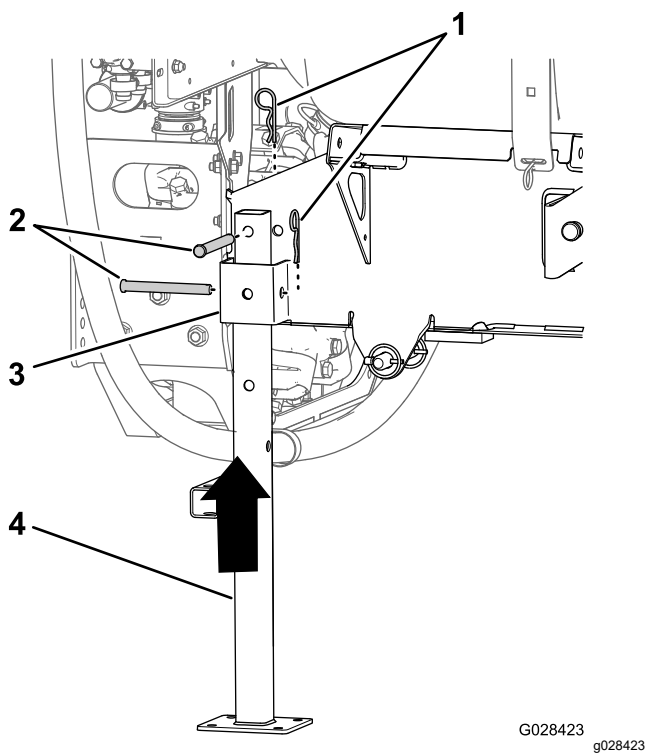

Figure 136
5. Alignez le pied de support arrière sur le logement correspondant (Figure 136).
- Alignez le trou en haut du pied de support et le trou dans le cadre du patin de la cuve (Figure 136).
- Fixez le pied de support à son logement et au cadre à l'aide de 2 axes de chape (1/2 x 4¹/₂ po) et 2 goupilles fendues (5/32 x 2⁵/₈ po), comme montré à la Figure 136.